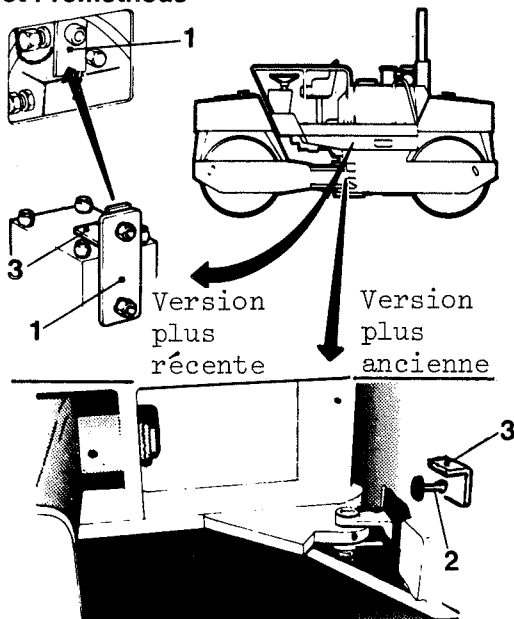

Fig. 22 Commande de remorquage
- Retirer les bouchons (1) sur le couvercle de frein et débrayer le frein à lamelles en vissant les deux vis (M8x25) dans les trous de bouchon (3).
- desserrer le dispositif de blocage (3), fig. 22.
- sortir la poignée (2) sur les rouleaux de version plus ancienne.
- tourner la commande (1) sur les rouleaux de version plus récente.